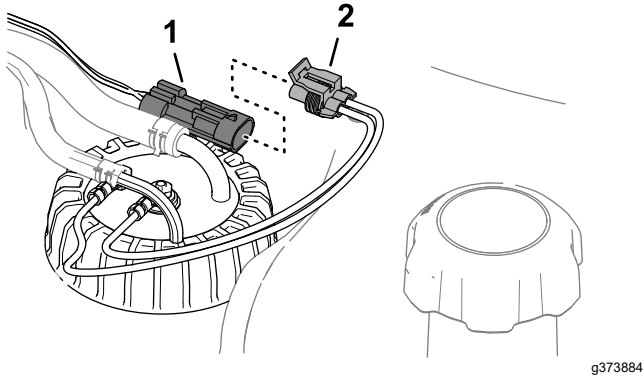

Figure 124
- Débranchez le connecteur à 2 douilles du faisceau du transmetteur de niveau de carburant du connecteur à 2 broches du faisceau de la machine (Figure 124).